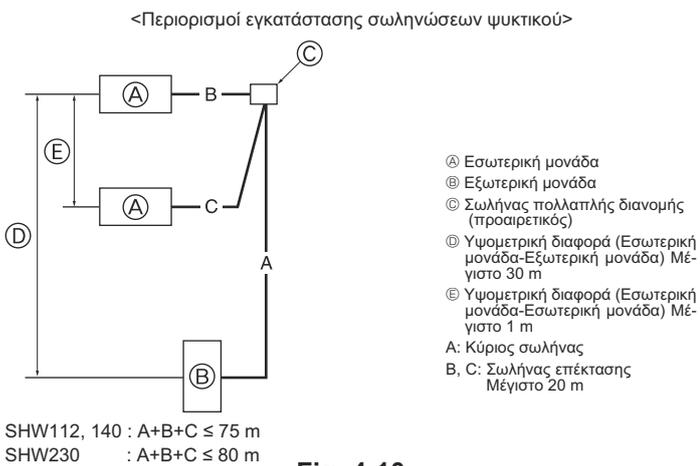

Fig. 4-10
4.8. Για διπλή/τριπλή/τετραπλή εγκατάσταση (Fig. 4-10) (μόνο για κλιματιστικά)